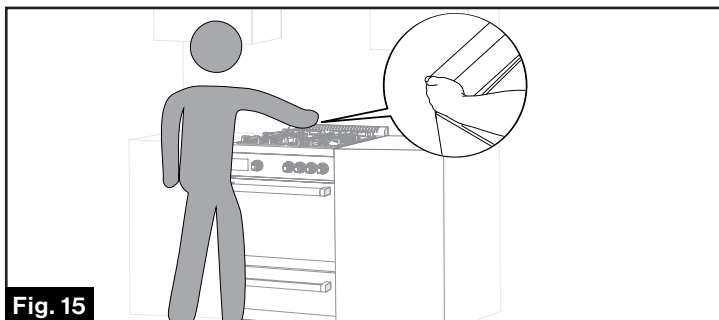

Fig. 15
- **Méthode 1 :** Placez vos pieds à l'avant du tiroir et saisissez le côté inférieur gauche du dossier comme indiqué. Essayez lentement de faire basculer la cuisinière vers l'avant. Si l'arrière de la cuisinière se soulève de plus de ½ po du sol et qu'il n'y a pas de résistance, arrêtez de la soulever et remettez la cuisinière sur le sol. L'entretoise anti-basculement et le pied de la cuisinière ne sont pas correctement enclenchés. (Fig. 15)